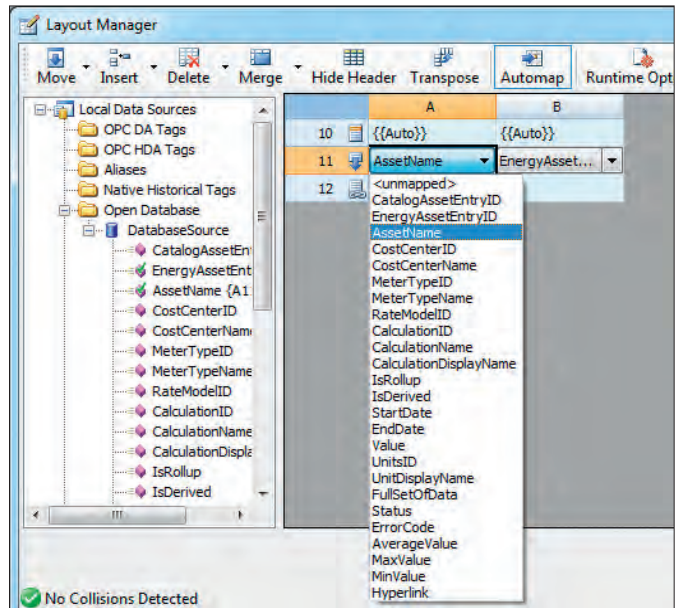

Рис. 19. Менеджер шаблонов
*ReportWorX* автоматически определил колонки в строке 10 на основании колонок из таблиц баз данных SQL Server. Имена столбцов выбираются из выпадающего списка (рис. 19).